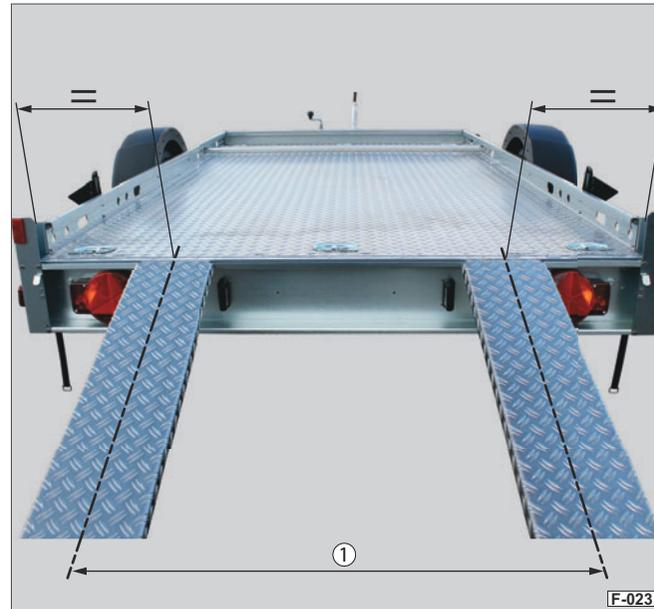

Abb. 31 Spurbreite einstellen
- ▶ Prüfen Sie, dass die positionierten Auffahrschienen mit der Spurbreite des Ladefahrzeugs (Abb. 31/1) übereinstimmen.